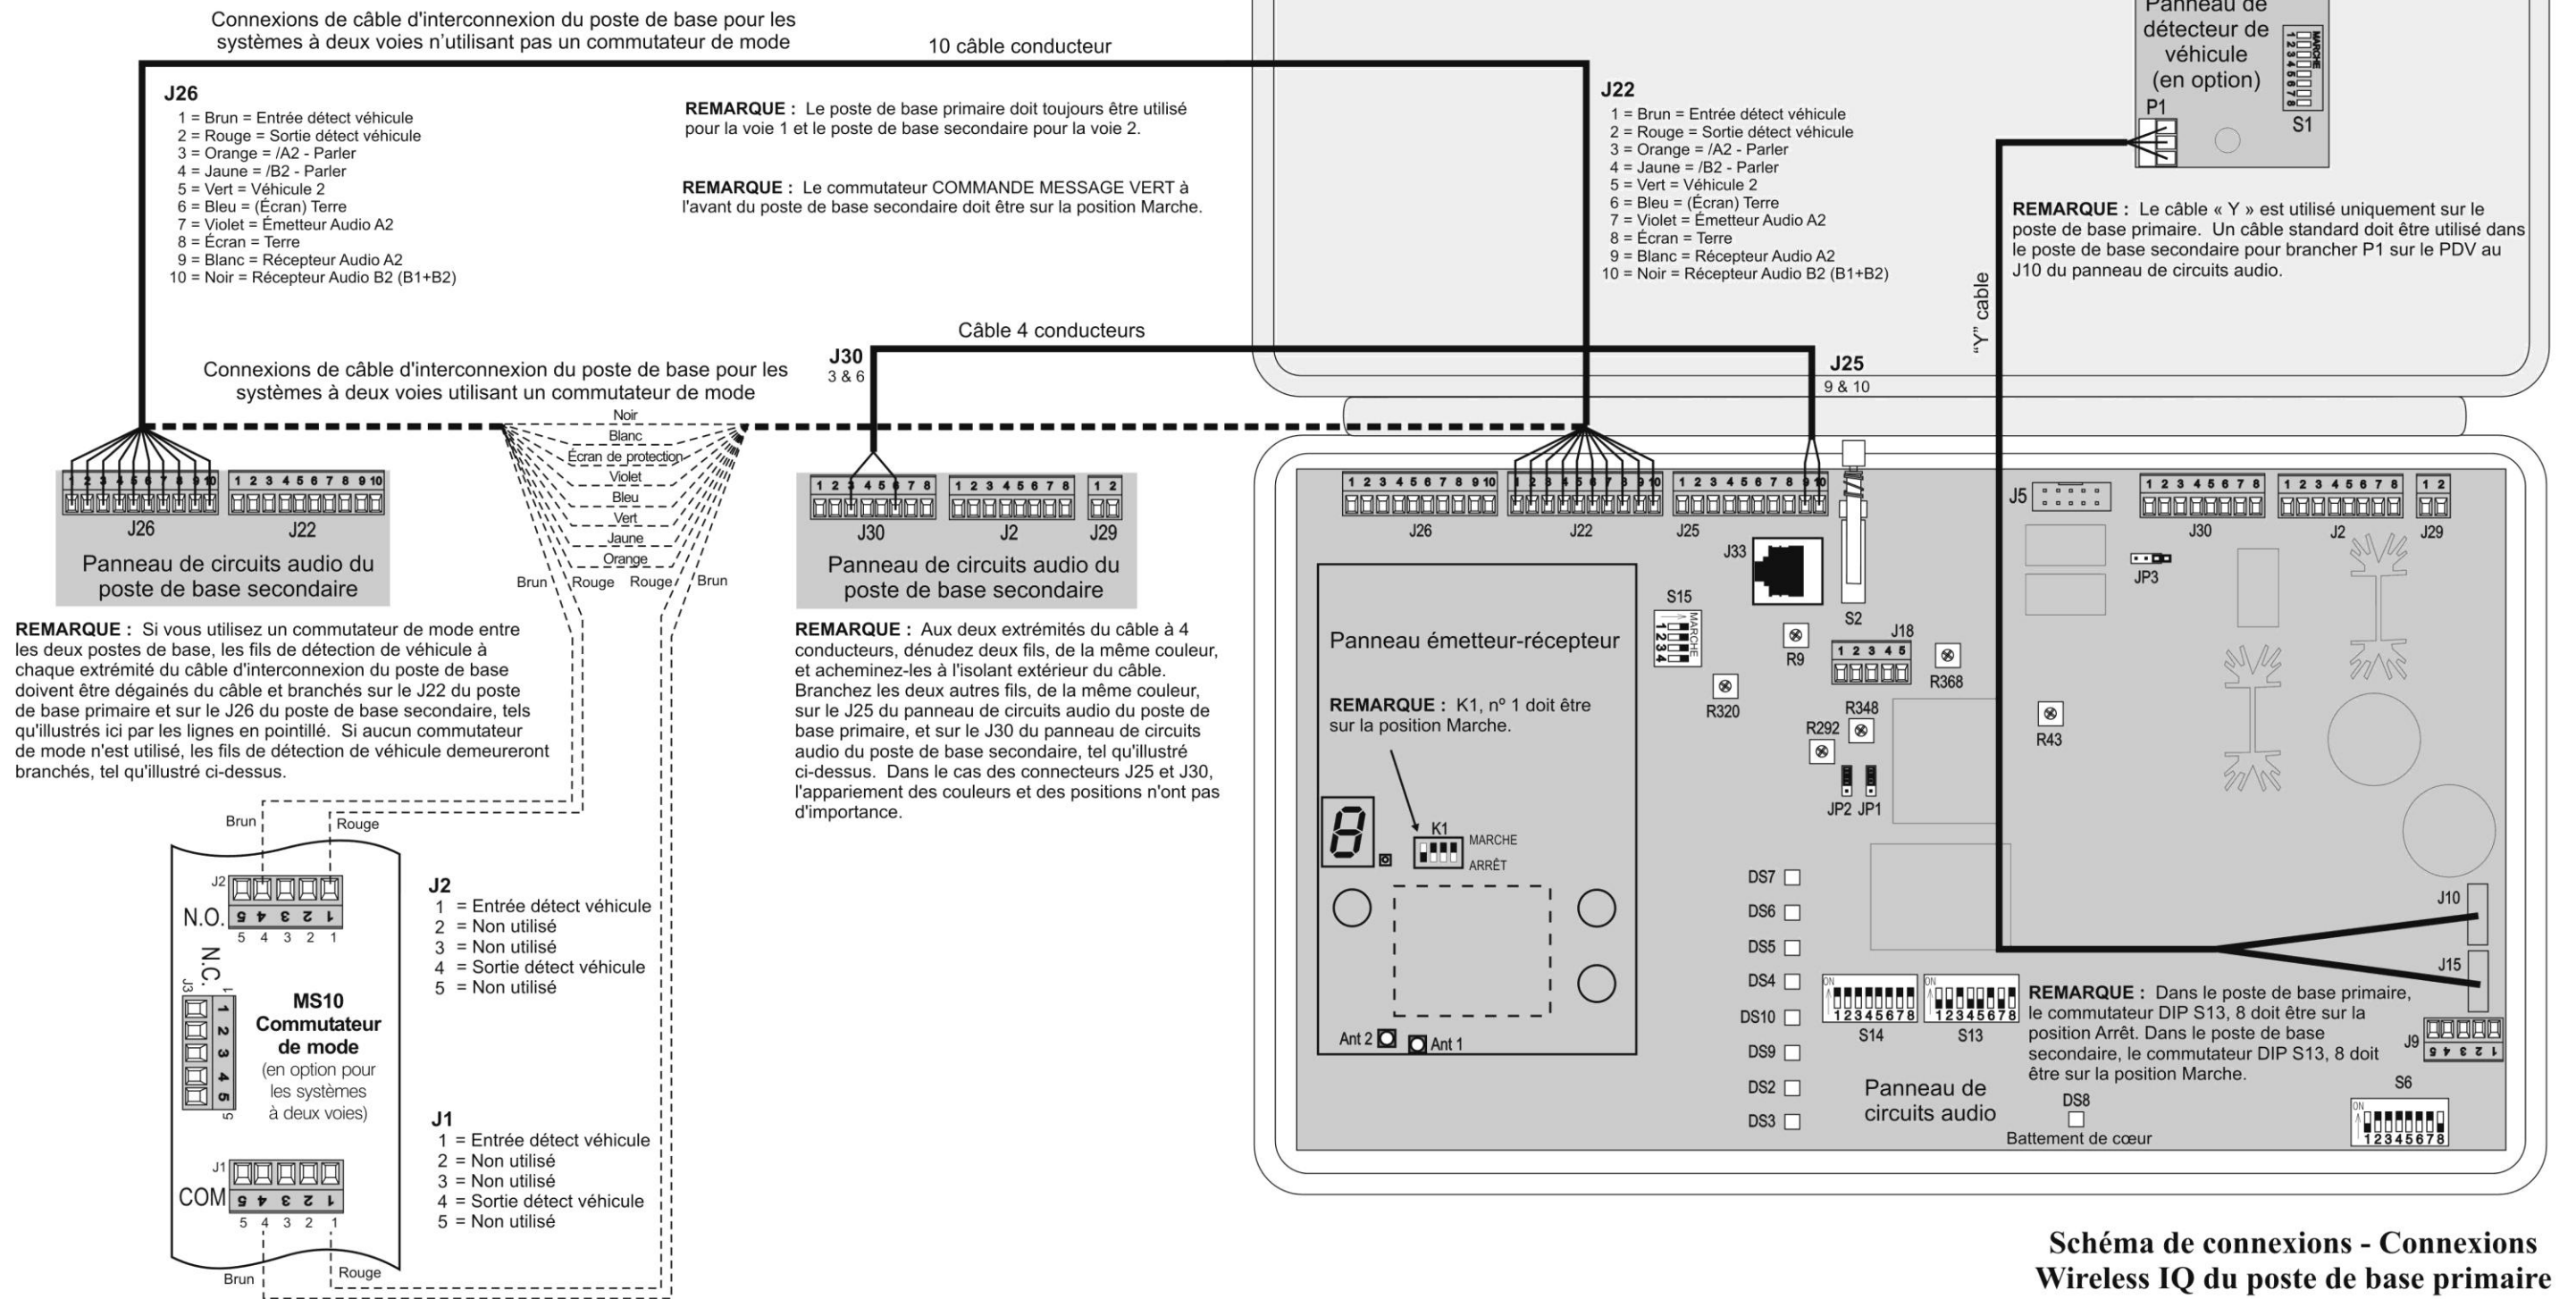

Figure 36
- Page 50, Figure 36 – Wireless IQ Tandem, connexions du poste de base primaire à secondaire
Pour les connexions de poste de base primaire à secondaire pour un système en **tandem**, voir la Figure 36.